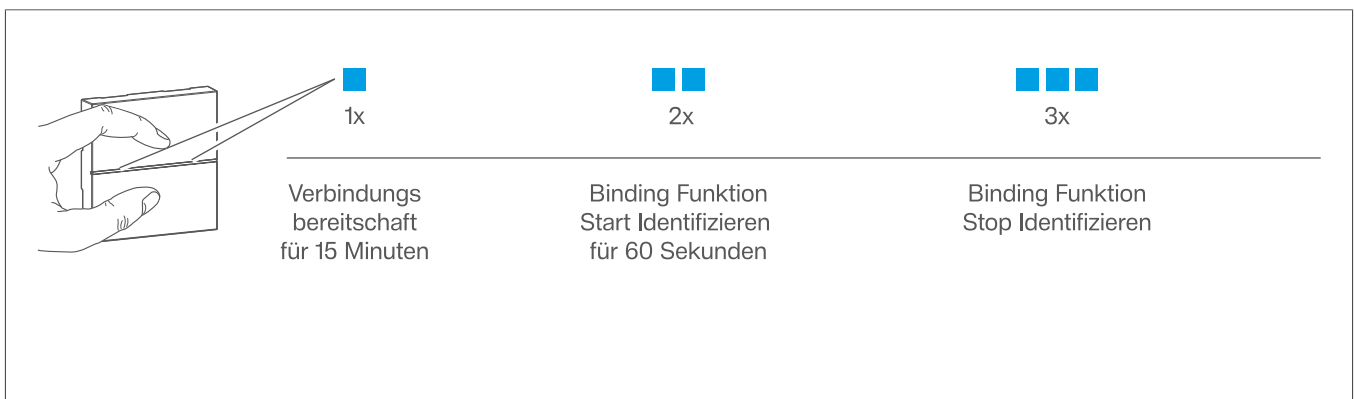

Bild 7: Verbindungen der Tasten herstellen
- 2 Innerhalb von 10 Sekunden durch kurzes Drücken beider Tasten die gewünschte LED Betriebsart auswählen (siehe Bild 7: Verbindungen der Tasten herstellen).